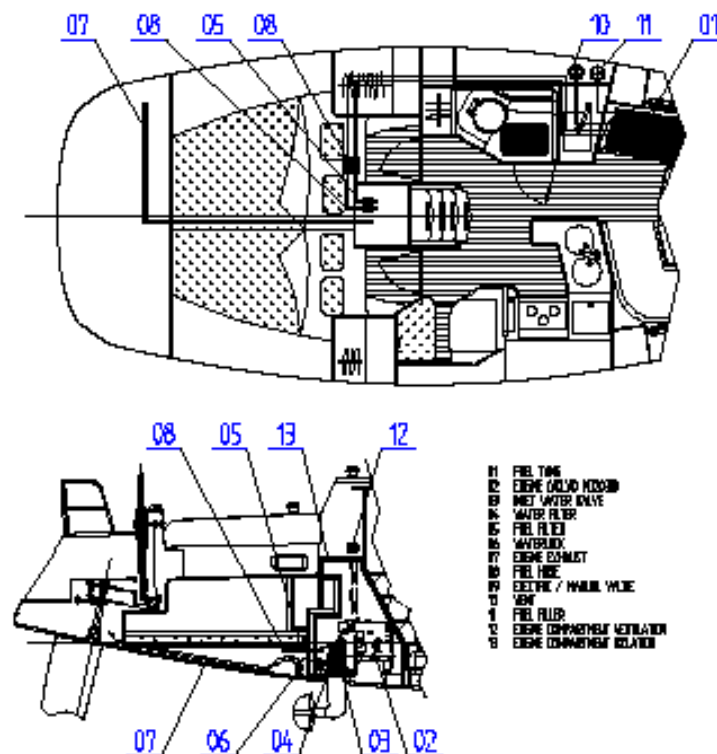

Fig. 8
Il carburante necessario al funzionamento del motore è contenuto in un serbatoio. Il serbatoio ha una capacità di 140 litri. Il serbatoio è stivato sotto i sedili di babordo del salone (vedi fig. 8). Al di sopra c'è un tappo a vite per l'ispezione e la pulizia. Si accede al serbatoio dal salone sollevando la base del sedile.
- Riempire il serbatoio dal punto di riempimento in coperta. La posizione del tappo è indicata in fig 8